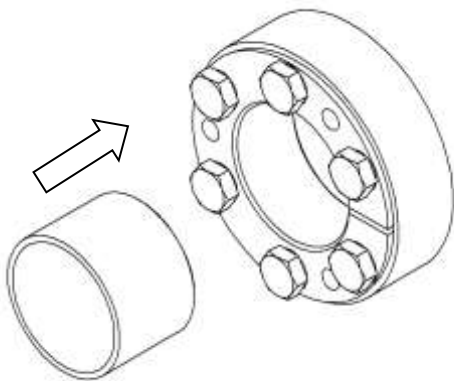
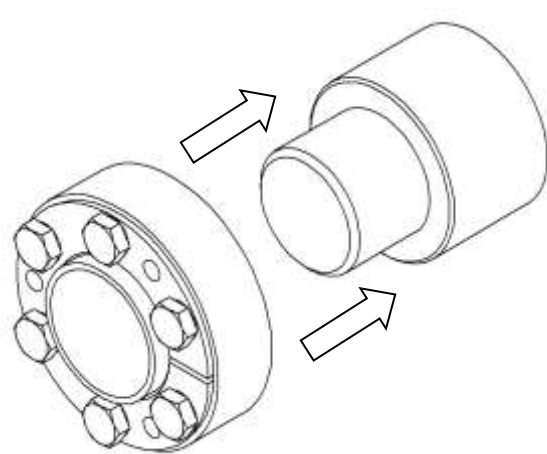

Bild 4) Aufschieben des Außenspannsatzes auf Hohlwelle
Bild 5) Aufschieben auf Welle
- Die Spannschrauben leicht lösen und den Außenspannsatz KBS 19/1 auf die Nabe/Hohlwelle außen aufsetzen (siehe Bild 4 und Bild 5).